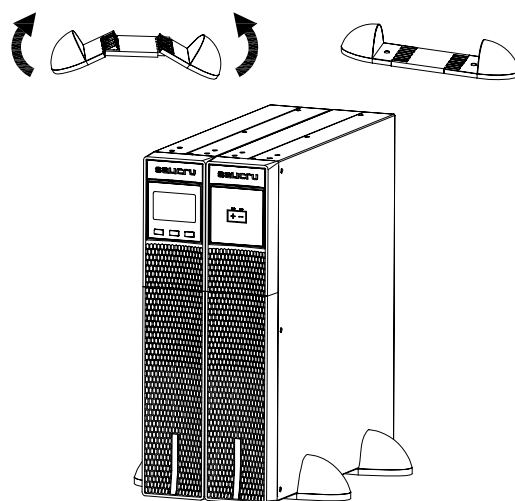

Fig. 10. Modelo em montagem vertical (tipo torre) com ampliação da autonomia (módulo de baterias).
- Por defeito, o equipamento é enviado de fábrica com o tipo de circuito de EPO fechado (NC). Ou seja, que o UPS realiza o corte de abastecimento elétrico de saída, paragem de emergência, ao abrir o circuito:
- ☐ Também ao retirar o conector fêmea da base onde estiver inserido. Este conector está ligado a um cabo como derivação que fecha o circuito (ver Fig. 10-A).
- ☐ Ou ao acionar o botão externo ao equipamento e de propriedade do utilizador e instalado entre os terminais do conector (ver Fig. 10-B). A ligação ao interruptor deve ser realizada no contacto normalmente fechado (NC), pelo que abrirá o circuito ao ser acionado.